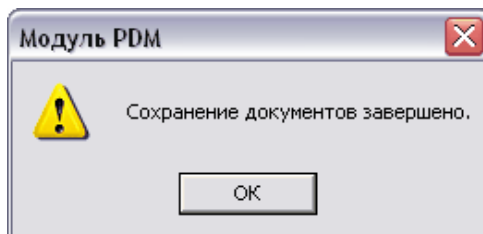

Рис. 137
- После удачного копирования отобразится следующее окно (Рис. 137)